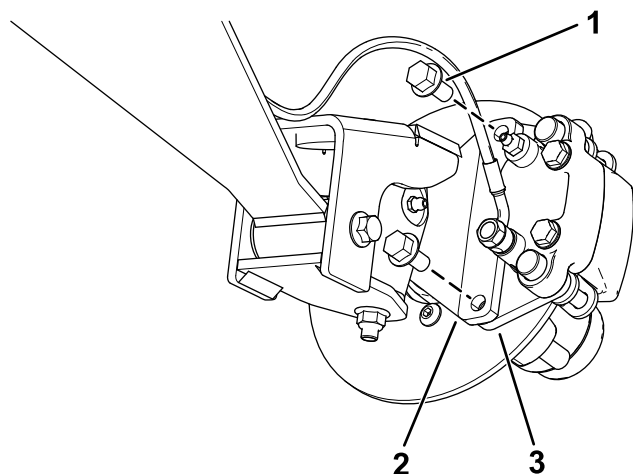
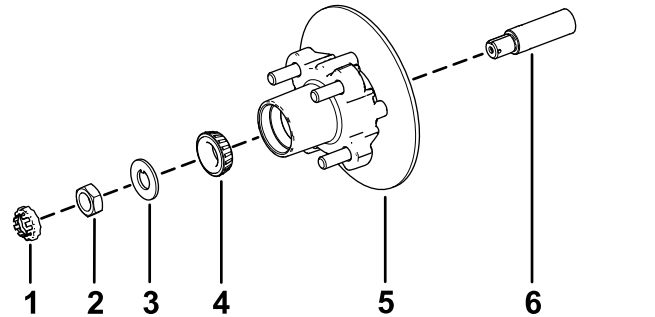

Figure 21
Figure 25
3. Retirez les boulons à embase ($\frac{3}{8}$ " x $\frac{3}{4}$ ") qui fixent le support du frein à la fusée et séparez le frein de la fusée (Figure 21).
1. Appliquez une fine couche de la graisse spécifiée sur la fusée (Figure 25).
2. Montez le moyeu et le rotor sur la fusée en plaçant le rotor à l'intérieur (Figure 25).
3. Montez le roulement extérieur sur la fusée et poussez le roulement contre la bague (Figure 25).
4. Montez la rondelle-frein à languette sur la fusée (Figure 25).
5. Vissez l'écrou de fusée sur la fusée et serrez l'écrou à 15 N·m tout en tournant le moyeu pour bien asseoir le roulement (Figure 25).
2. Alignez les plaquettes de frein de chaque côté du rotor (Figure 21) et alignez également les trous dans le support d'étrier et ceux de la fixation du frein sur le porte-fusée (Figure 25).
3. Fixez le support d'étrier au porte-fusée (Figure 21) à l'aide de 2 boulons à embase ($\frac{3}{8}$ " x $\frac{3}{4}$ ").